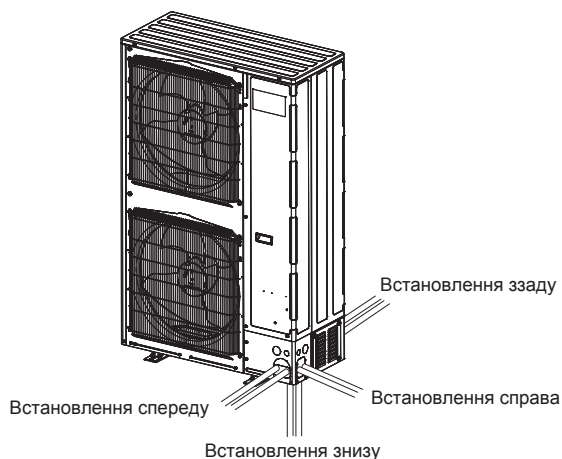

Fig. 4-11
- ① З'єднайте трубопровід холодоагенту для внутрішнього/зовнішнього блока, коли запірний клапан зовнішнього блока буде повністю закритий.
- ② Продуйте та викачайте повітря із внутрішнього блока та з'єднувальних трубопроводів.
- ③ Приєднайте переднє й заднє покриття у кожному з напрямів проходження трубопроводу. (Fig. 4-11)
- Прокладаючи труби з використанням покриття труби, виріжте отвір у покритті труби (Б або Д) відразу за стиком та обгорніть труби. (Fig. 4-11)